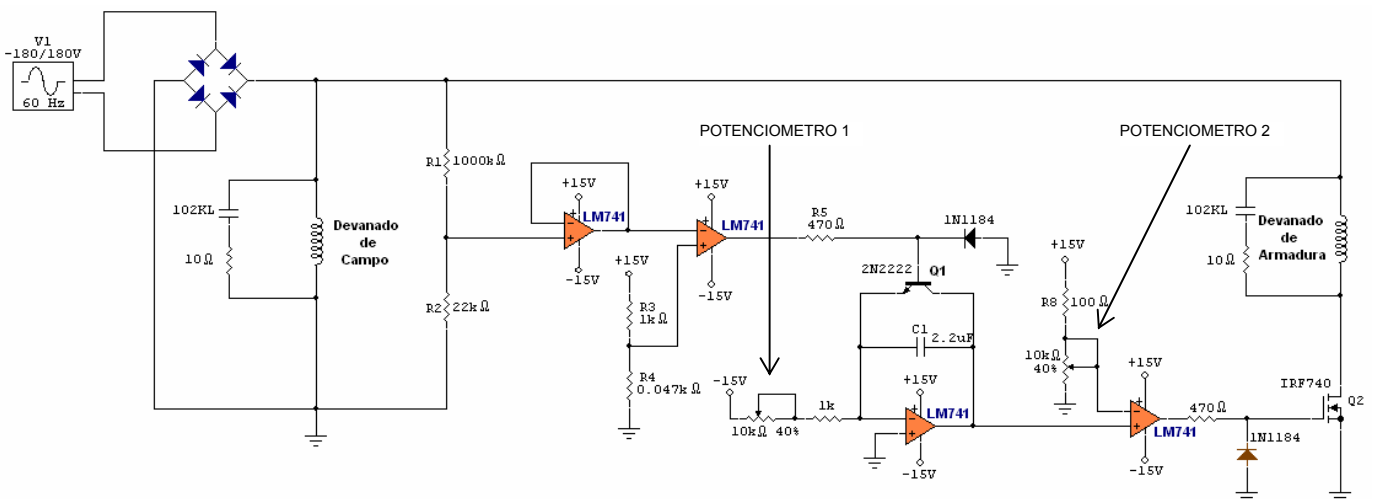

FIGURA 1. CONTROL DE VELOCIDAD MEDIANTE PWM DE UN MOTOR DE CD CON CONEXIÓN SHUNT.
El puente de diodos rectifica el voltaje de línea, el cual es aplicado al devanado de campo del motor de cd y protegiendo al circuito con un filtro RC, después se toma una porción del voltaje de línea mediante un divisor de voltaje formado con R1 y R2, el cual se refuerza con un seguidor de voltaje, para después comparar la salida de este contra un pequeñísimo voltaje de cd, dando a la salida una señal pulsante en cada cruce por cero de la señal senoidal, estos pulsos sirven para descargar el capacitor C1 del circuito integrador generador de una rampa de voltaje, para compararse contra un voltaje de cd y de esta forma obtener un ancho de pulso variable ajustando el valor del potenciómetro de 10K $\Omega$ , por ultimo a la salida de este comparador obtendremos pulsos de voltaje que haran entrar en conducción al mosfet IRF740, el cual controlara la corriente promedio aplicada a la devanado de armadura del motor de cd, controlando de esta forma su velocidad como se muestra en la figura 1.
- Implementar el circuito de la figura 1 tal y como se indica.